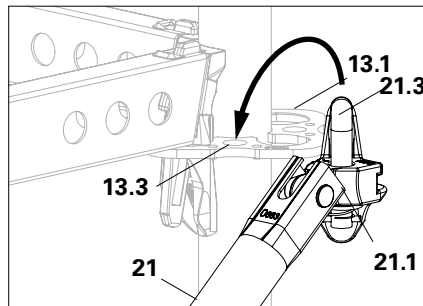

Abb. A4.02a
1. Diagonalenkopf (21.1) mit hochgezogenem Bolzen (21.3) auf die obere Rosette (13.1) schieben. (Abb. A4.02a)